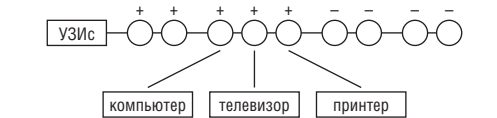

Рис.7. Недостаток зоны обслуживания (пример). Знаком "+" отмечены розетки в зоне обслуживания, знаком "-" вне ее.
8.4.4. Если срабатывание не происходит, значит, подключенная розетка не входит в зону функционирования. При недостаточном охвате защищаемой цепи зоной обслуживания могут быть приняты дополнительные меры к ее расширению. В типичном случае недостаточно сильный сигнал от искрения (и, соответственно, от СРЕДСТВА КОНТРОЛЯ) может исходить из розеток, следующих по цепи за розетками, к которым подключены потребители с импульсными источниками питания (компьютеры, телевизоры, цифровые приемники, импульсные трансформаторы для питания галогенных ламп и т.п.), ослабляющие сигнал (см. Рис.7).